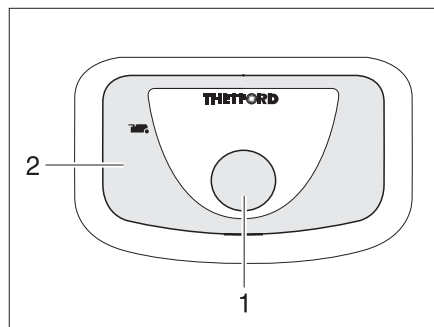

Fig. 158 Botón del inodoro/luz de control del inodoro Thetford
- Para lavar, pulsar el botón del inodoro azul (Fig. 158,1).
La luz de control (Fig. 158,2) se enciende cuando es necesario vaciar el cassette Thetford.
- Desplazar la palanca de corredera (Fig. 158,1) en sentido de las agujas del reloj. Se cierra la corredera. Para el vaciado **debe** estar cerrada la corredera en el inodoro Thetford.